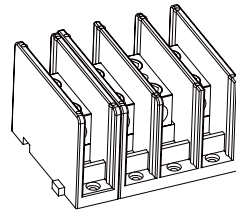

Figura 5.8 Terminal CA
- 1) Remova os 8 parafusos da caixa de junção do inversor e remova a tampa conforme imagem 5.7. Após remover a caixa de junção, você poderá ver os terminais do Inversor. O padrão é de 4 dígitos, conforme mostrado na Figura 5.8.